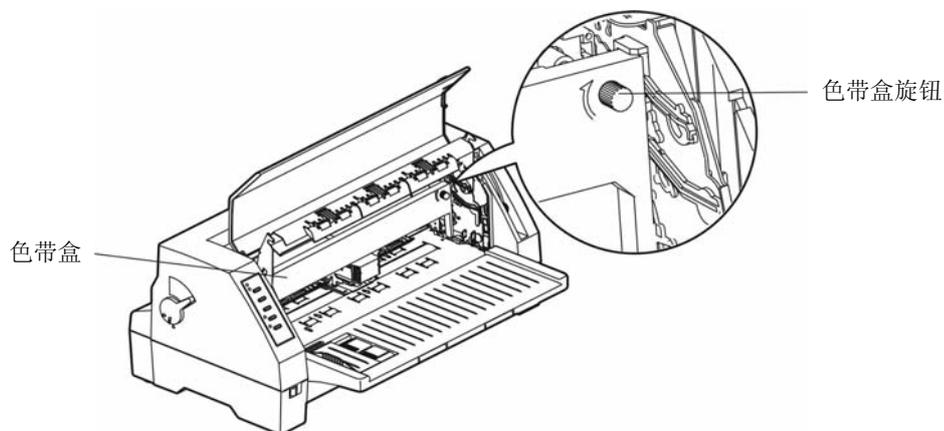

图 2-8 安装色带
6. 如图 2-8 所示，抓住色带盒的两边，使色带盒两边的卡扣对准打印机两侧的安装槽，稍用力向前推进，直到完全卡到住。